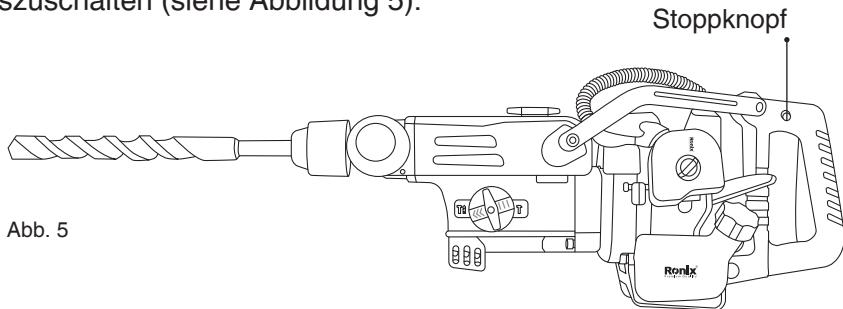

Abb. 5
- 2) Drücken Sie den roten Knopf (Stoppknopf), um das Gerät auszuschalten (siehe Abbildung 5).